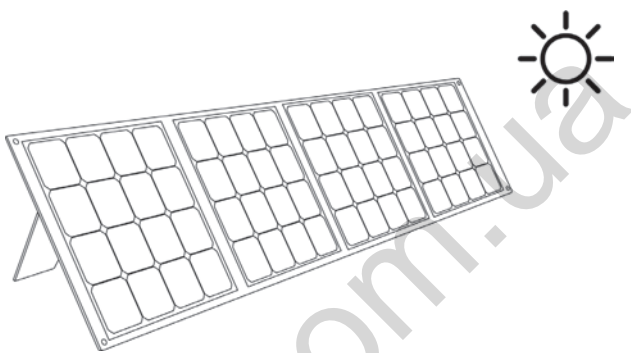

Рисунок 2. *Схема розташування виробу під час роботи.*
5.1.2 Розкласти та розташувати виріб на освітленій поверхні за допомогою приставної опори під прямими променями сонця (рис. 2).